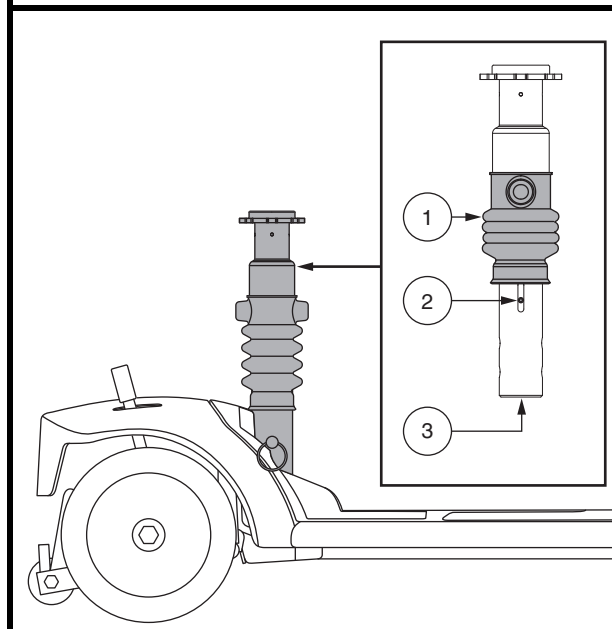

Figure 20. Reglage de la suspension du siege
Le mât du siège agit comme un absorbeur et peut être ajusté à différents degrés pour le confort de la conduite. Utilisez les vis de réglage qui sont visibles à travers la fenêtre de réglage sur le côté du mât comme guide lors du réglage. Faites glisser le manchon en caoutchouc vers le haut pour exposer les vis de réglage. **Voir la figure 20.**
3. Insérez une douille de 13 mm avec une extension au bas du mât. **Voir la figure 20.**